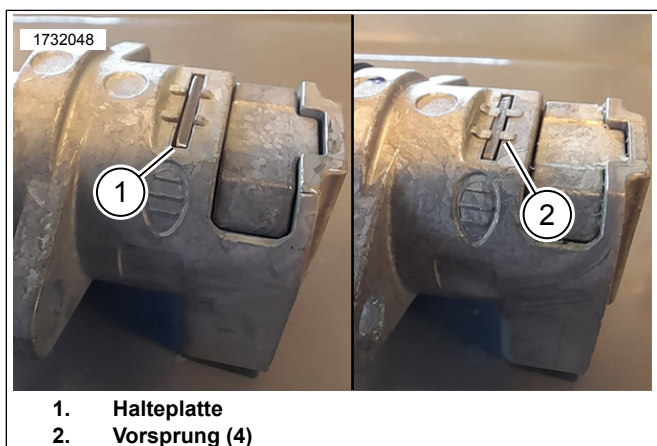

Abbildung 4. Halteplatte
- a. Abbildung 4 Sicherstellen, dass die Halteplatte (1) mit der Oberfläche des Schlossgehäuses bündig ist.
- b. Die vier Vorsprünge (2) mit Durchtreiber und Hammer abflachen, um die Halteplatte in Position zu halten.